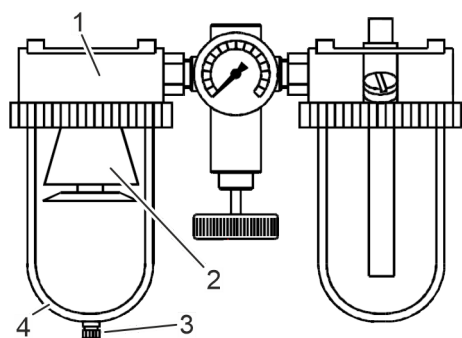

Fig. 25: Vandudskiller
1. ➤ Åbn kondensatafløbet (Fig. 25/3), og opsaml kondensatet.
2. ➤ Luk kondensatafløbet (Fig. 25/3).
3. ➤ Hvis kondensatbeholderen (Fig. 25/4) er tilsmudset, skal kondensatbeholderen skrues af.
4. ➤ Rengør kondensatbeholderen (Fig. 25/4) fagligt korrekt. Følg rengøringshenvisningen i driftsvejledningen til tryklufftvedligeholdelsesenheden.
5. ➤ Skru kondensatbeholderen (Fig. 25/4) på.
Kontrollér, at kondensatafløbet (Fig. 25/3) er lukket.
Hvis filteret er tilsmudset (Fig. 25/2), skal der rengøres på følgende måde:
1. ➤ Skru kondensatbeholderen (Fig. 25/4) af.
5. ➔ Sæt filteret (Fig. 25/2) i igen. Vær i den forbindelse opmærksom på, at tætningen er i orden.
6. ➔ Skru kondensatbeholderen (Fig. 25/4) på.